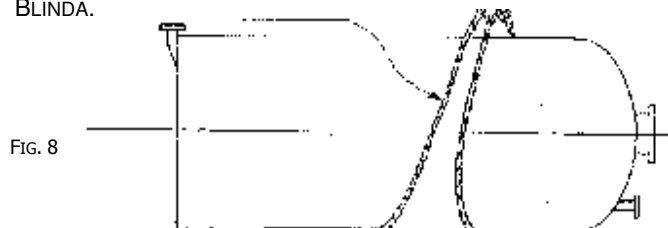

FIG. 8
- C) SOLLEVAMENTO DELLA SINTO BLINDA (VEDI FIG. 8 - 9 - 10 - 11) EVITANDO DI USARE CORDE CON CAPPI SCORREVOLI.